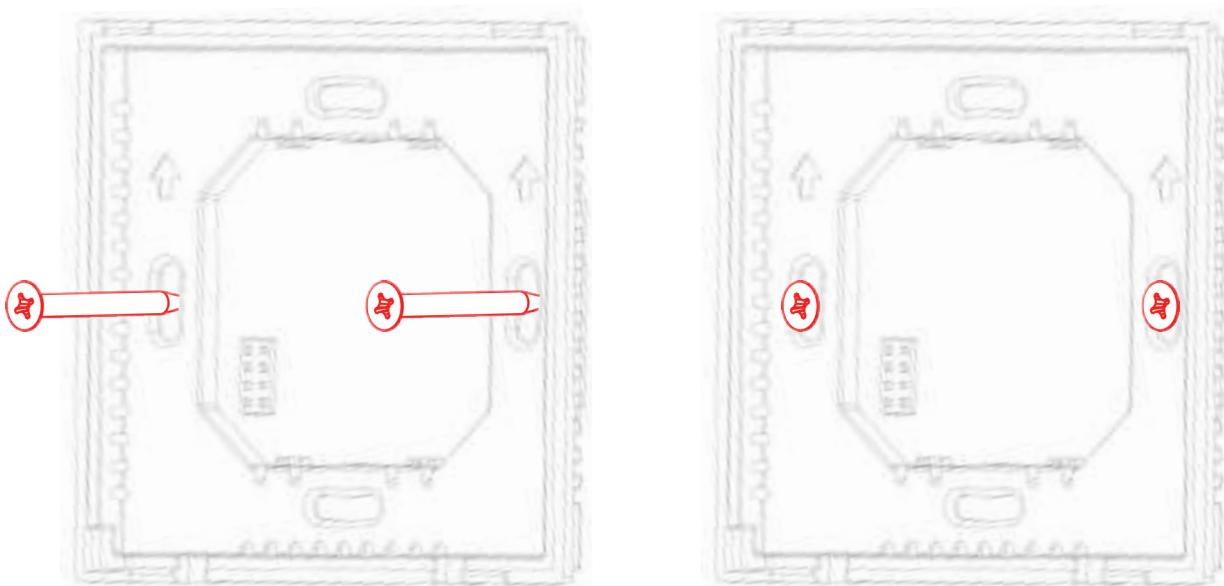

Рис. 5 Схема расположения винтов
4. Установите бокс в распаечную коробку и зафиксируйте двумя винтами, расположеннымими по горизонтальной оси (рис. 5).